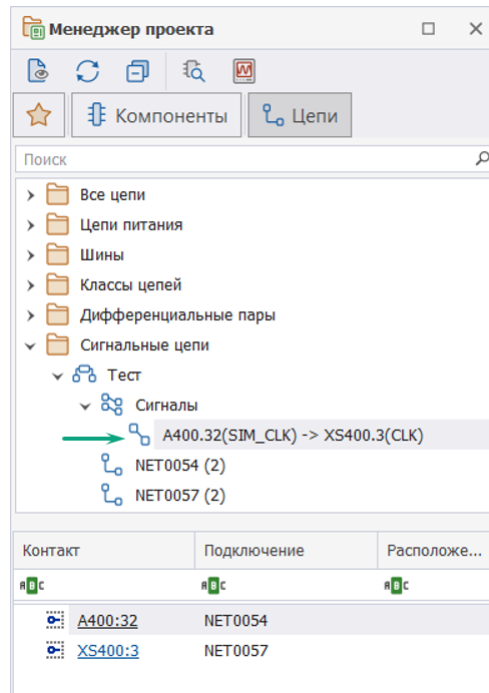

Рис. 139 Отображение сигналов в панели «Менеджер проекта»
8. Созданный сигнал или созданные сигналы будут отображаться в составе сигнальной цепи в панели «Менеджер проекта» → «Цепи» → «Сигнальные цепи» → «Сигналы», см. Рис. 139.